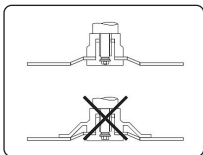

Figura 2
- Discos com centro rebaixado e de diâmetros de 100 mm a 230 mm devem ser montados em flanges com diâmetros iguais (Figura 2).